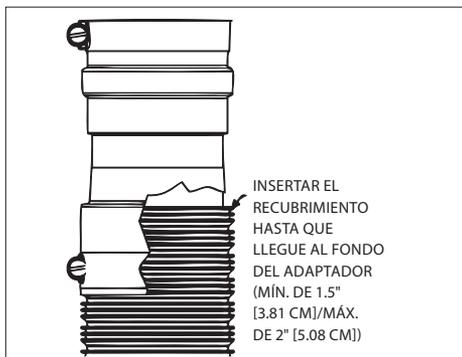

Figura 14
5. Coloque el adaptador en el recubrimiento (el tubo interno se adecua al interior del recubrimiento y el tubo externo se adecua al exterior del recubrimiento). Cuando esté correctamente asentado, el adaptador cubrirá las marcas hechas en el recubrimiento en el **paso 1 (Figura 14)**.